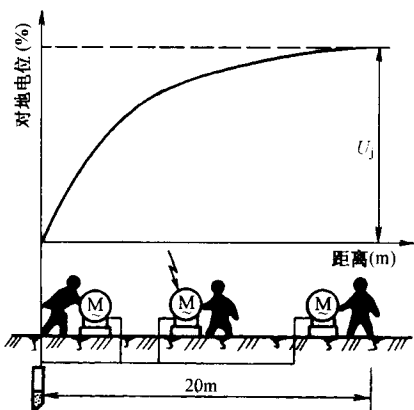

图 1-4 接触电压触电
(3) 接触电压触电。接触电压是指人站在发生接地短路故障设备的旁边，触及漏电设备的外壳时，其手脚之间承受的电压。由于接触电压而引起的触电称接触电压触电，如图 1-4 所示。